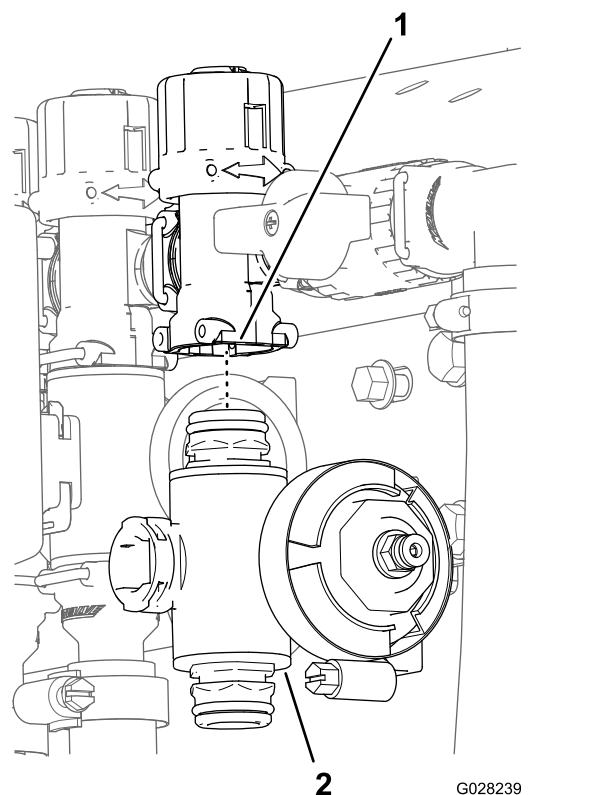

Figure 96
3. Pour les vannes de section de rampe droite et gauche, retirez les boulons à embase et les contre-écrous à embase qui fixent la ou les vannes de section au support, puis déposez le ou les collecteurs de la machine ; pour la vanne de section centrale, déposez le collecteur correspondant de la machine (Figure 96).